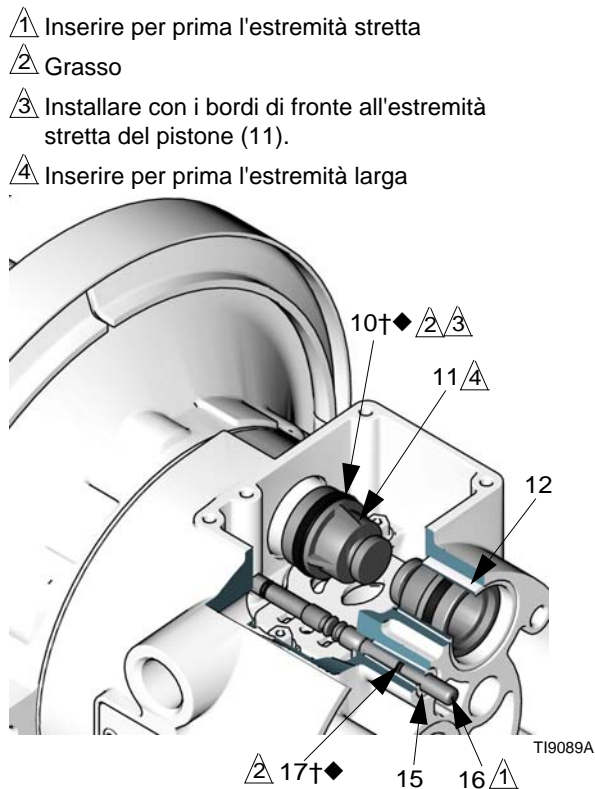

FIG. 7
4. Estrarre i due pistoni degli attuatori (11) al di fuori dei cuscinetti (12). Rimuovere i premiguarnizioni a U (10) dai pistoni. Estrarre gli spinotti guida (16) dai cuscinetti (15). Rimuovere gli anelli di tenuta (17) dagli spinotti guida. Fare riferimento alla FIG. 7.
6. Verificare che i cuscinetti (12, 15) siano in posizione. Fare riferimento alla FIG. 7. I cuscinetti sono rastremati e, se danneggiati, vanno rimossi dall'esterno. Questo richiede lo smontaggio della sezione con il fluido. Vedere pagina 24.
4. Installare un anello di tenuta (17†◆) su ciascuno spinotto guida (16). Ingrassare gli spinotti e gli anelli di tenuta. Inserire gli spinotti nei cuscinetti (15), con il lato **stretto** prima. Fare riferimento alla FIG. 7.
5. Installare una guarnizione a U (10†◆) su ciascun pistone degli attuatori (11), in modo che i bordi della guarnizione si trovino di fronte alla parte **ristretta** dei pistoni. Fare riferimento alla FIG. 7.
6. Lubrificare le guarnizioni a U (10†◆) e i pistoni degli attuatori (11). Inserire i pistoni dell'attuatore nei cuscinetti (12), con il lato **largo** prima. Lasciare il lato stretto dei pistoni visibile. Fare riferimento alla FIG. 7.